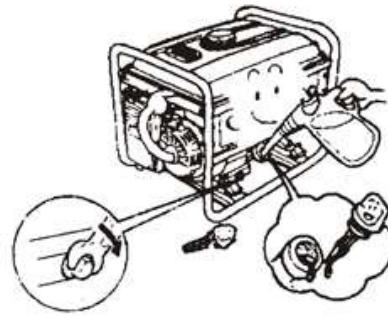

Рис. 38
7.1.3 Закрутіть зливну пробку (Рис. 38).